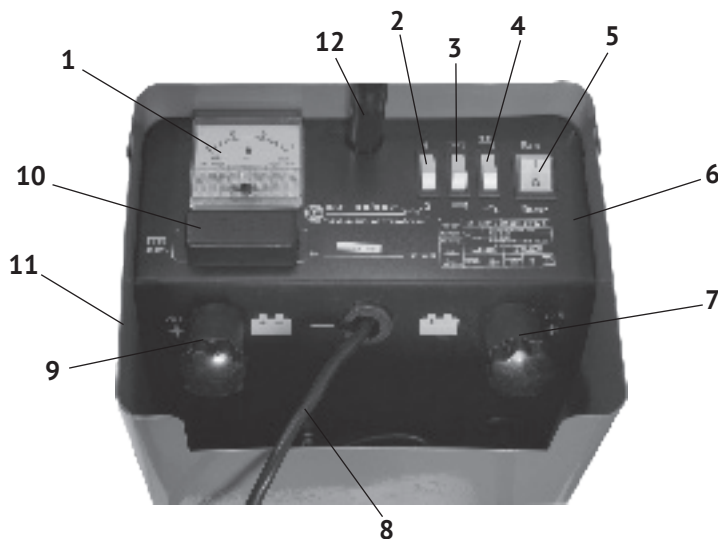

рис.1
1.6 Панель управления ПЗУ представлена на рис.1
1.7 Пуско-зарядное устройство состоит из электрических элементов, преобразующих переменный ток в постоянный и управляющих процессами зарядки и пуска АБ. Все элементы устройства расположены в металлическом корпусе (рис.1 поз.11). Элементы управления выведены на панель (рис.1 поз.6) в верхней части ПЗУ. В верхней части корпуса прикреплена ручка (рис.1 поз.12) для удобства перемещения прибора.
К панели управления фиксаторами крепятся: кабель питания с вилкой и соединительный провод с зажимом «крокодил» чёрный - «-» (рис.1 поз.8). На панель управления выведены клеммы 12 В (рис.1 поз.7) и 24 В (рис.1 поз.9), к которым гайкой-барашком крепится провод с зажимом «крокодил» (красный - «+») по ГОСТ Р МЭК 60335-2-29-2012.
1.8 Амперметр (рис.1 поз.1) на передней панели показывает силу тока во время процесса зарядки. Переключатель (рис.1 поз.2) выставляет один из режимов тока зарядки «1» - меньший и «2» - больший. Переключатель (рис.1 поз.3) устанавливает номинальный («мин») или «ускоренный» режим зарядки. Пере-
ключателем (рис.1 поз.4) ПЗУ устанавливается режим «зарядка» или «пуск». Выключателем (рис.1 поз.5) прибор подключается к сети питания. Выключатель имеет два фиксированных положения: Вкл. («I») или Выкл. («0»). В левой нижней части панели управления под пластиковой крышкой (рис.1 поз.10), между двумя контактами, установлены плавкие предохранители 80А. В целях безопасности они закрыты пластиковой крышкой.
- установить (сняв крышку рис.1 поз.10) предохранители, если они не установлены;
- при отключённой вилке сетевого кабеля установите переключатель тока зарядки (рис.1 поз.2) в положение одного из 2-х режимов;
- при установке переключателя (рис.1 поз.3) в положение «мин», зарядка
- при установке переключателя (рис.1 поз.3) в положение «ускоренный», уровень зарядки выбирается переключателем (рис.1 поз.2);
В начале зарядки переключателем (рис.1 поз.2) установите режим тока зарядки.
- для АБ меньшей ёмкости достаточен меньший ток – переключатель (рис.1 поз.2) в положении «1». Для АБ большей ёмкости – положение «2».
Перевести сетевой выключатель (рис.1 поз.5) в положение «ВКЛ».
4.2 Амперметр (рис.1 поз.1) показывает величину зарядного тока. В процессе зарядки величина тока будет постепенно снижаться в зависимости от ёмкости и остаточной заряженности АБ. При закипании электролита в батарее, отключите ПЗУ сетевым выключателем, во избежание окисления пластин аккумулятора. Выждав некоторое время, вновь включите ПЗУ сетевым выключателем, Цикл зарядки повторится. Чем выше степень заряженности АБ, тем короче будут периоды заряда и длиннее периоды отключения.
Оптимальная зарядка АБ достигается в режиме «МИН» переключателя (рис.1 поз.3). При включении режима «УСКОРЕННЫЙ», процесс зарядки проходит быстрее, но срок службы батареи уменьшается.
5.1 При отключённой вилке сетевого кабеля, установите переключатель (рис.1 поз.4) в положение «пуск». Присоедините, соблюдая полярность, соединительные провода ПЗУ зажимами «крокодил» к клеммам аккумуляторной батареи.
5.2 Подключите кабель питания к сети и переведите выключатель (рис.1 поз.5) в положение «Вкл.».